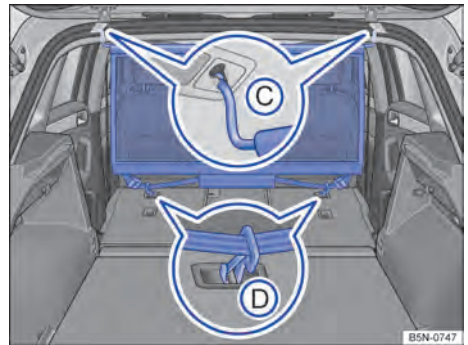
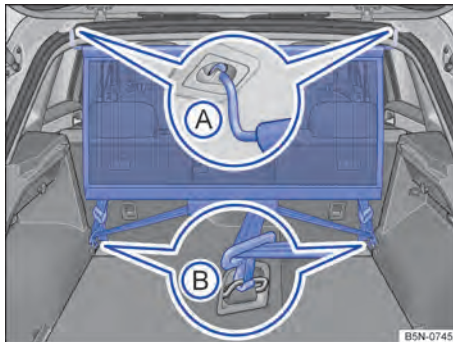

Fig. 217 No compartimento de bagagem: remover a rede divisória.
Fig. 216 No compartimento de bagagem: pendurar a rede divisória.
- Prender a rede divisória no alojamento traseiro esquerdo no teto → Fig. 216 A.
- Prender a rede divisória no alojamento dianteiro esquerdo no teto → Fig. 217 A.
- Desencaixar os ganchos de suporte da rede divisória dos olhais de amarração ou dos alojamentos → Fig. 216 (B) ou → Fig. 217 (D).
- Desprender a rede divisória do alojamento direito no teto → Fig. 216 (A) e → Fig. 217 (C) pressionando a barra transversal.